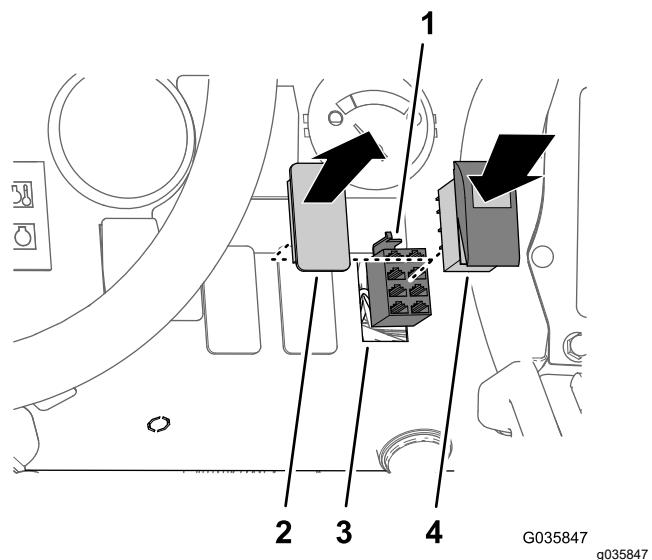

Figura 35
- Retire a tomada do interruptor no painel de instrumentos no local mostrado na Figura 35.
- Ligue o conector de 8 tomadas do kit de acabamento Ultra Sonic Boom identificado SONIC MODE MANUAL VS. AUTO (modo Sonic manual vs. auto) ao interruptor oscilador (Figura 35).
- Insira o interruptor oscilador na abertura do painel até o interruptor ficar bem preso (Figura 35).